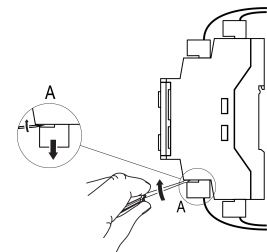

Рисунок 3 – Відокремлення знімних частин клем
2. Відокремити від пристрою знімні частини кожної з клем разом з підімкненими зовнішніми лініями зв'язку за допомогою викрутки або іншого відповідного інструменту (див. рисунок 3).